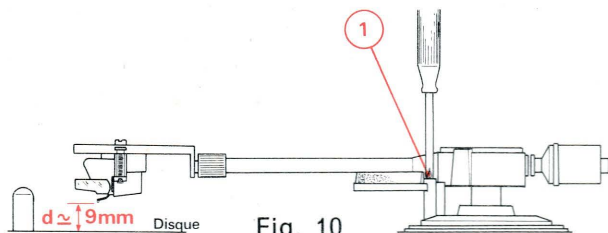

Fig. 10
E - REGLAGE DU LEVE-BRAS EN FONCTION MANUELLE (fig. 10)
Nota : Si sur les appareils non munis de lève-bras manuel ce réglage s'avère difficile, parfaire ce dernier à l'aide de la vis (1) (fig. 10).